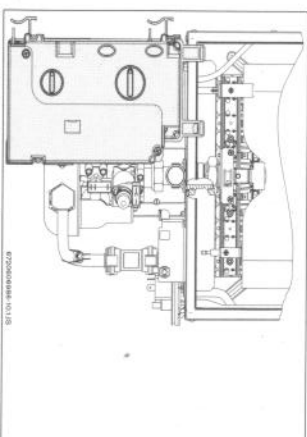

Fig. 5 Caixa de comando - posição de ajuste de gás
- ▶ Uma vez a caixa de comando retirada, posicioná-la de acordo com a Fig. 5.